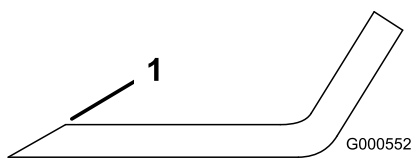

Figure 108
1. Au moyen d'une lime, aiguïsez les tranchants aux deux extrémités de la lame (Figure 108).
**Remarque:** Si la lame est déséquilibrée, limez un peu l'extrémité de l'ailette seulement (Figure 108).